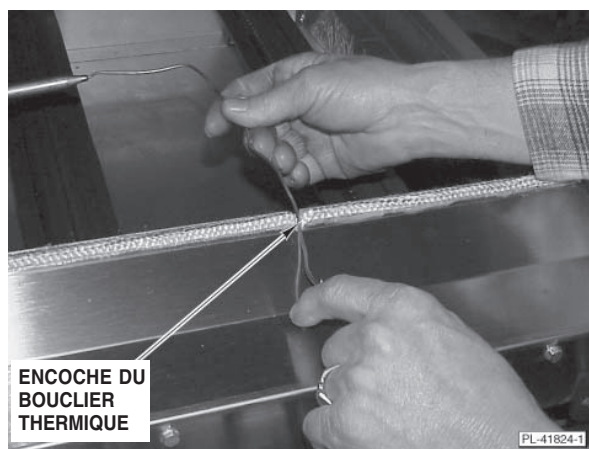

Fig. 16
6. Acheminer le fil d'alimentation du bulbe du thermostat et du tube capillaire jusqu'au bouclier thermique en le passant dans l'encoche du bouclier prévue à cette fin (Fig. 16).